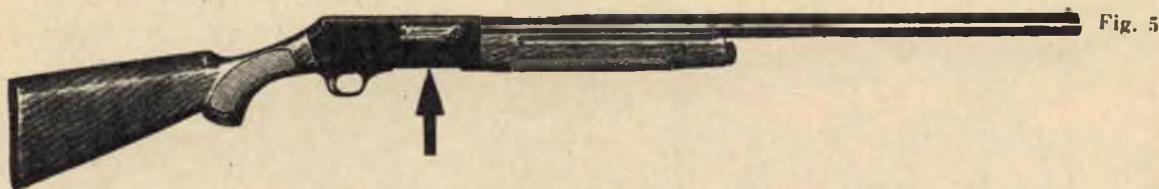

Fig. 5
*Fig. 5 - Rinculo e peso di ogni fucile devono sempre essere proporzionati tra loro. Una regola empirica avverte che il peso dell'arma non deve mai risultare inferiore al prodotto del peso del piombo, contenuto nella cartuccia, per 100.*
Si pesa il piombo contenuto in un cartuccia (fig. 5), normalmente impiegata nel fucile, e si moltiplica questo valore per 100. Affinché il rinculo risulti sopportabile il peso dell'arma non deve risultare inferiore a quello del prodotto ottenuto.